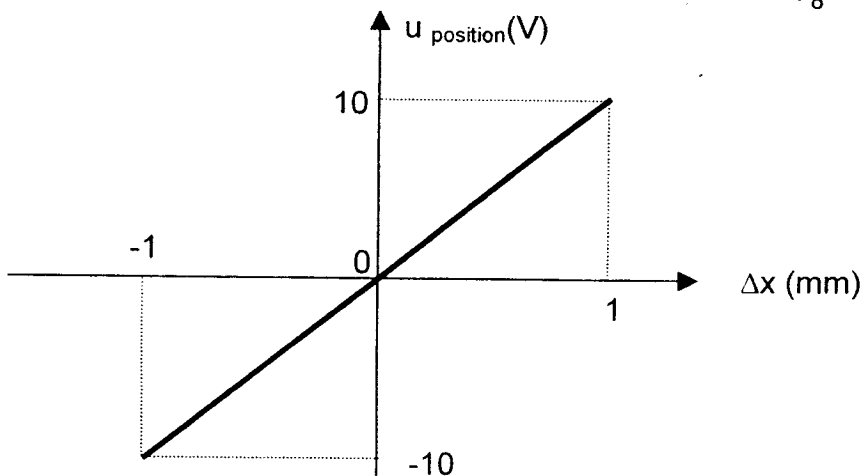

Figure 11 : caractéristique du capteur de position
4.2. On désire que u_{position} varie en fonction de Δx selon la caractéristique de la **figure 11**. On veut un facteur d'amplification $A_v = 3,33$.
4.3. On considère que u_{position} en fonction de Δx (**figure 11**) est une droite d'équation : $u_{\text{position}} = s \cdot \Delta x$ où s est la sensibilité du capteur de position.